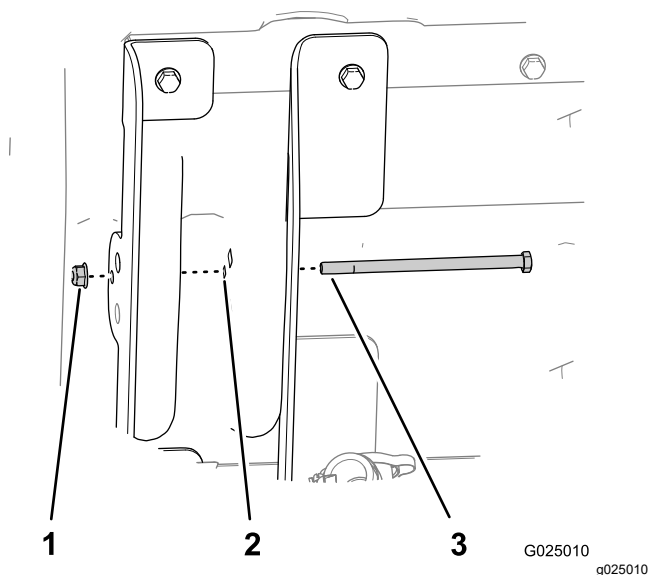

Figura 6
7. Introducerei urubul cu cap hexagonal (5/16 x 5-1/2") prin orificiul de 8 mm (5/16") din suportul de ridicare interior (flanc mari), structura patului i suportul de ridicare exterior al patului (flanc mici) aa cum se arată în Figura 6.
8. Fixai urubul cu piulia cu guler (5/16") strângând manual (Figura 6).
11. Strângeți bine piulia cu guler care fixează urubul (5/16") (Figura 6).